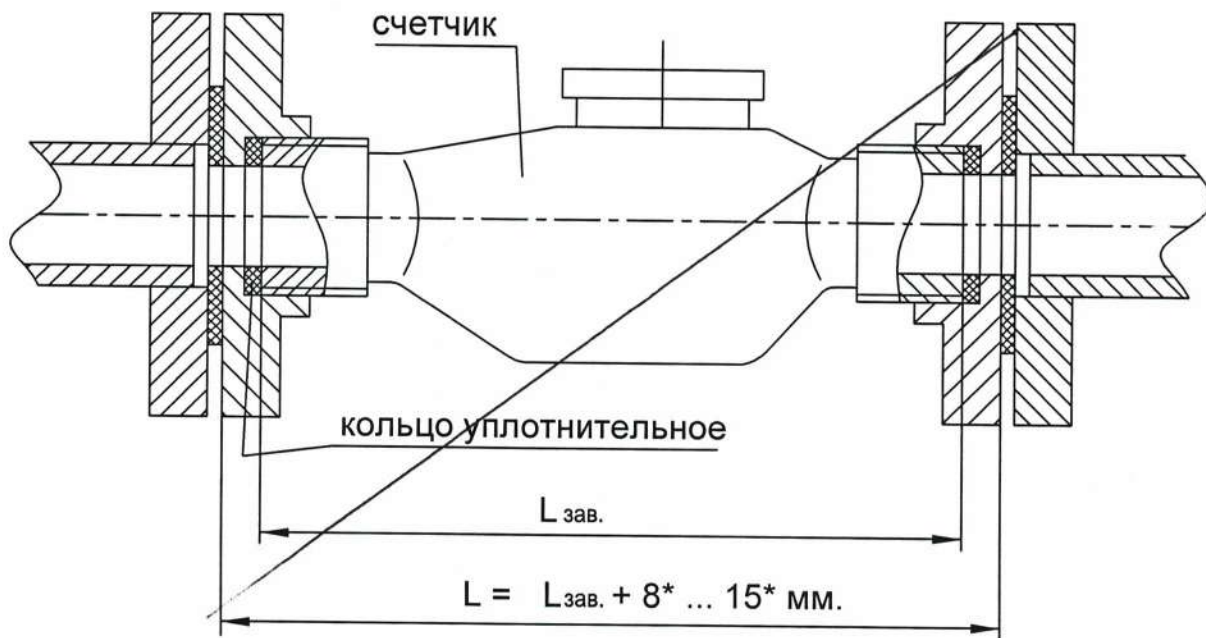

Рис. 26
L - монтажная длина счетчика (рис. 26, 27).
- L, L' - монтажная длина счетчика (см. прил. 1, рис. 26 ... 28);